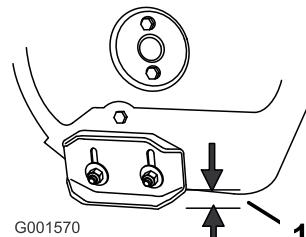

Рисунок 42
- Ослабьте затяжку гаек, крепящих оба полоза к боковинам шнека, так, чтобы шнек мог легко перемещаться вверх и вниз (Рисунок 42).